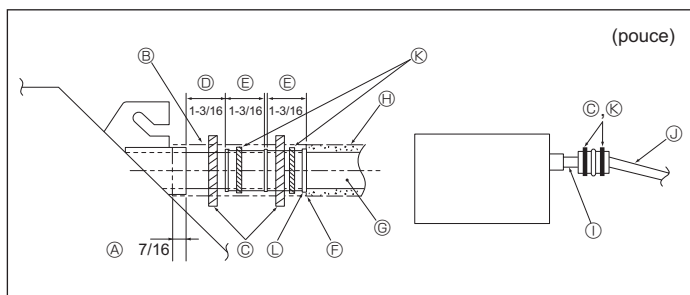

Fig. 5-6
- ① Tube en PVC, D.E. $\phi 38$ mm, 1-1/2 pouce pour la mise en place groupée des tuyaux. (isolant de 9 mm, 3/8 pouce ou plus)
1. Raccorder la prise d'écoulement (fourni avec l'appareil) au port de drainage. (Fig. 5-6)